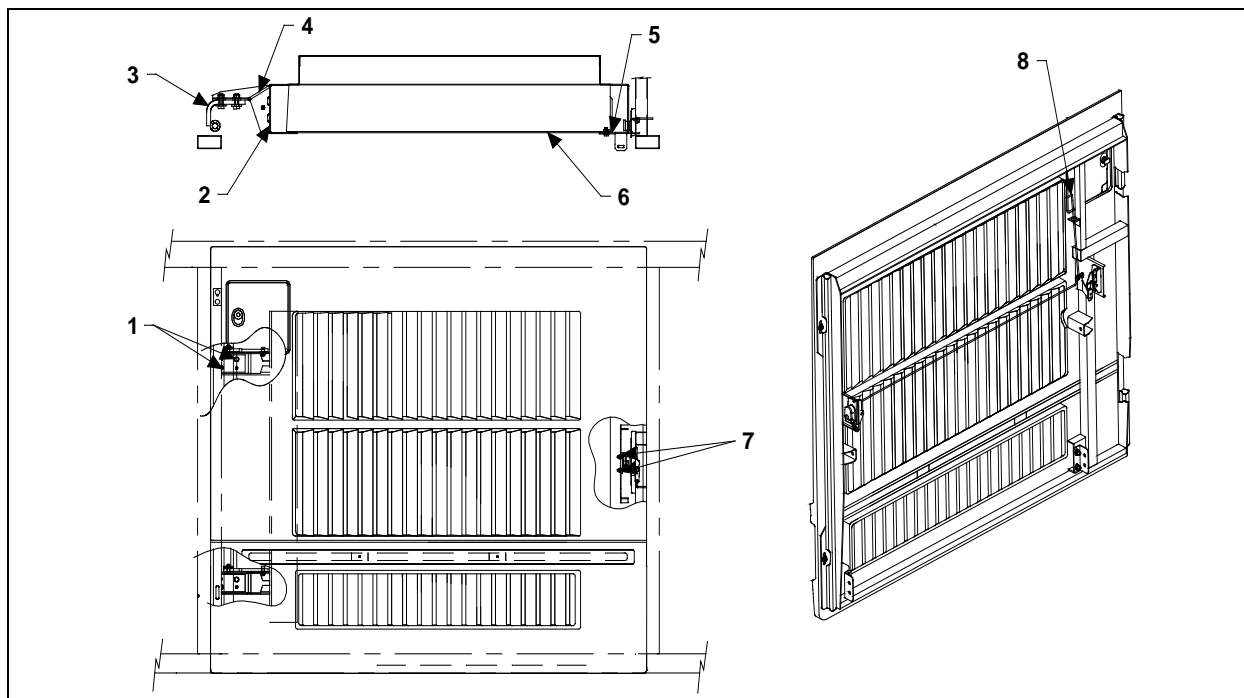

FIGURE 69 : PORTE DU CONDENSEUR
2. Desserrer les écrous (1, Figure 69) qui fixent la charnière (3, Figure 69) à son support (4, Figure 69). Le fait de desserrer les écrous (1, Figure 69) permet de déplacer le condenseur vers la gauche ou la droite et vers le haut ou le bas.
5. Desserrer les écrous du support qui fixent le panneau au condenseur. Le panneau (6, Figure 69) peut alors être déplacé vers l'intérieur ou l'extérieur, vers la gauche ou la droite, et vers le haut ou le bas.
6. Ajuster le panneau du condenseur par rapport aux supports (2, Figure 69 et 5, Figure 69).